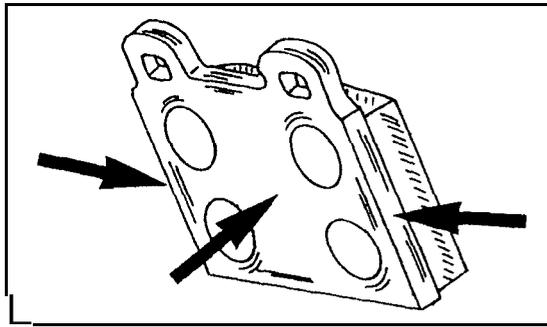

Bild 319
- Die Belagrückenplatte an den mit Pfeilen in Bild 319 bezeichneten Stellen leicht mit Molykote-Paste „U“ einschmieren und die neuen Klötze einsetzen.